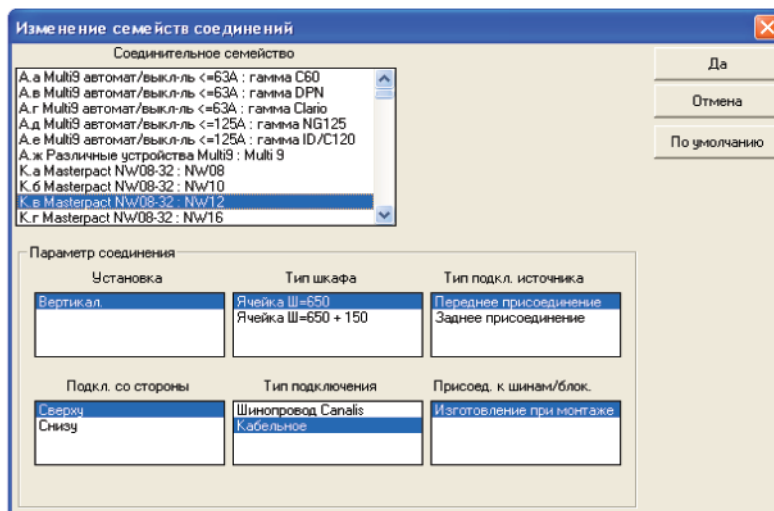

Рис. 64
- b) вызываем команду **Настройки**→**Входящие соединения и сборки**. Находим автоматический выключатель NW12 (т.к. он является вводным) и задаем под него настройки (аппарат Masterpact всегда на практике устанавливается только вертикально) (рис. 64).